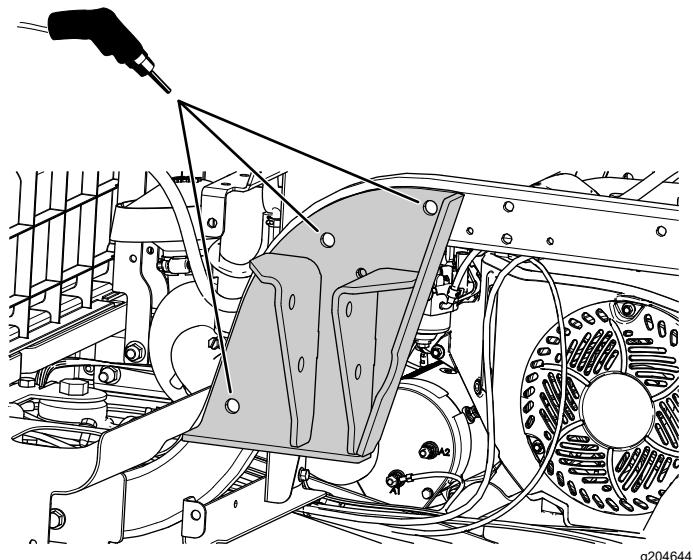

Figura 21
4. Utilizando um suporte do ROPS como guia, faça 3 furos de 13,5 mm (17/32 pol.) de diâmetro na estrutura (Figura 21).